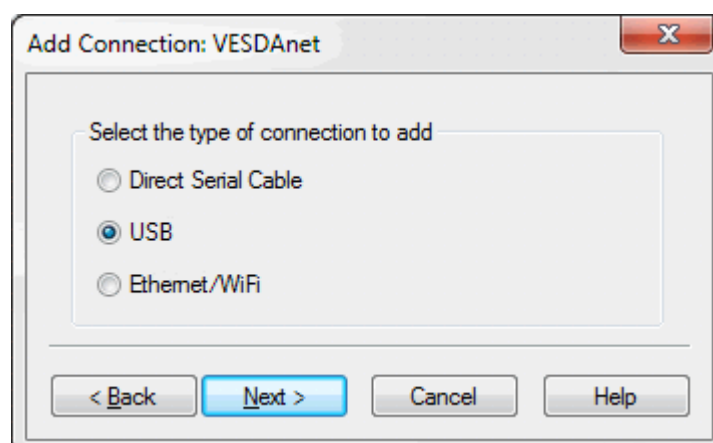

Рис. 5-3: Выбор USB
- Выберите **USB**, а затем нажмите кнопку **Next** (Далее) (Рис. 5-3).